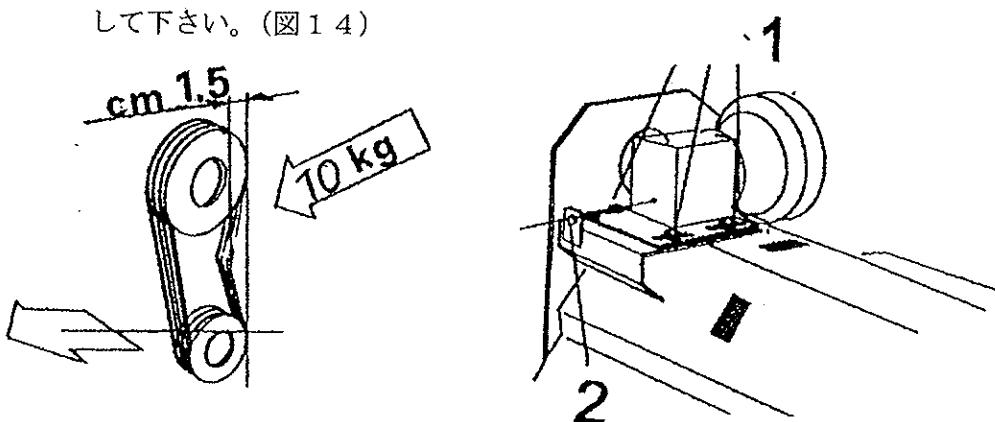

図 14
- ベルトカバを外し、ギヤボックスを固定しているボルトナット (1) を緩めます。ベルトのたるみが 10 kg 壓で押した時に 1.5 cm 以内になるように調整ボルト (2) で調整して下さい。(図 14)